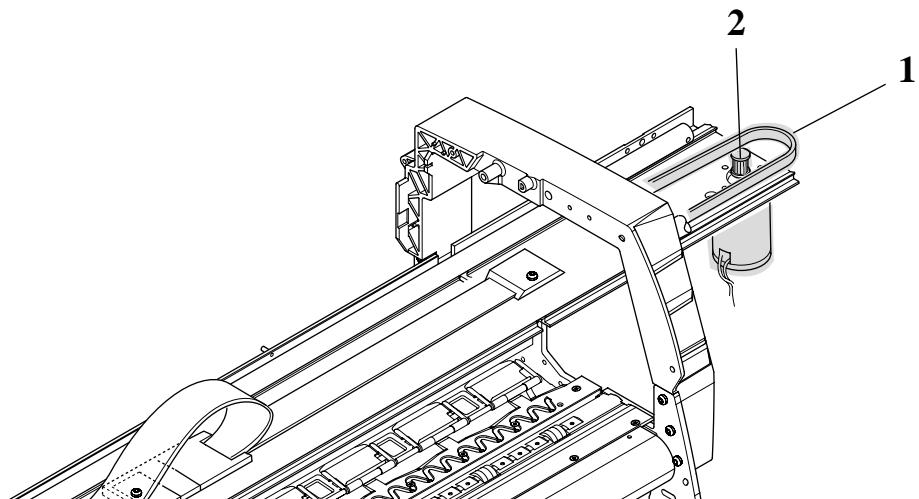

図45：キャリッジアッセンブリとベルト
- 10** プリンタ右側で、ベルトモーター ブーリー(部品2)からベルト(部品1)を取り外します(図45参照)。